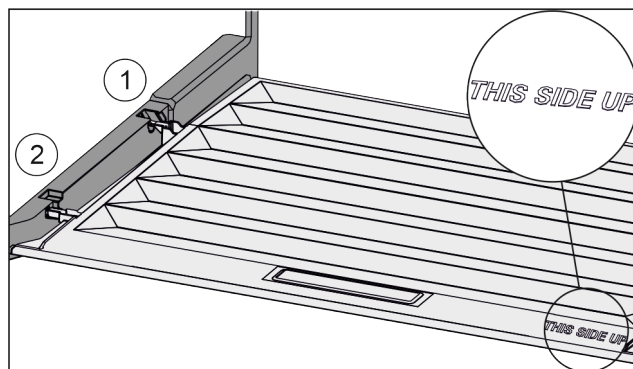

Fig. 47
- ▶ Výstupky víka zaveďte do zadních držáků Fig. 47 (1) a vpředu zaklesněte do držáku Fig. 47 (2).